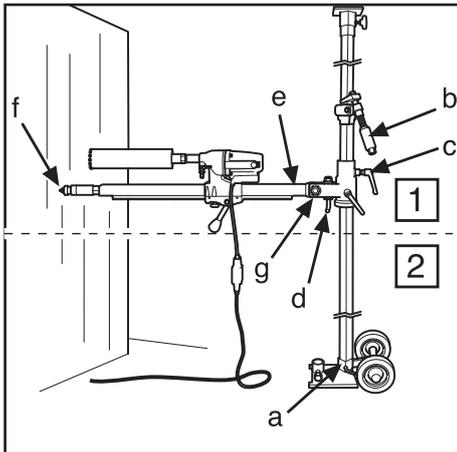
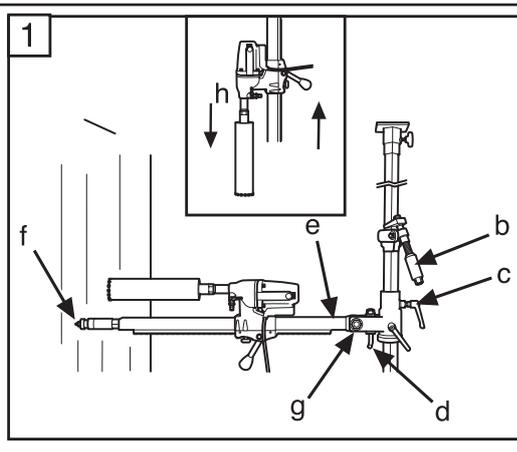

Рис.3
Рис.4
- Разместите опорную плиту у стены на расстоянии длины сверильной колонки, винт штатива должен быть ввинчен. Для бурения на высоте до 1.5 м внешняя труба опорной колонки должна быть снизу, а для бурения выше 1.5 м от пола опорную колонку переверните. Убедитесь, что опорная колонка зажата в опорной плите зажимным болтом (A) (рис. 3, 5).
- Разожмите опорную колонку в потолок, выбрав для зажима ближайшее отверстие во внутренней трубе. Зафиксируйте положение, вращая рукоятку (B) и винт в торце ключом на 24 мм. Не зажимайте слишком сильно.
- Ослабьте зажим (C) и поверните сверильную колонку. Отпустите ручку (D) и наклоните колонку.
- Установите мотор (DMS160) на сверильную колонку (Рис. 4) (H).
- Установите сверильную колонку с мотором в желаемое положение к стене. Зафиксируйте ее рукояткой (C) (Рис. 3,4)
- Поднимите сверильную колонку и закрепите ее ручкой (D) и гайкой (G) (рис. 3, 4). Если угол бурения не кратен 90°, отпустите ручку (D), установите сверильную колонку на заданный угол и затяните гайку (G) ключом на 30 мм (Рис. 3, 4).
- Сверильная колонка может быть повернута на 360° и зафиксирована в любом положении шестигранным ключом на 8 мм (E) (рис. 3, 4).
1. Соберите стенд согласно инструкции. Сложите сверлильную колонку так, чтобы упор колонки (F) (Рис. 10) вошел во втулку (A) (Рис. 11). Затяните контргайку (G) ключом на 30 мм (Рис. 4) и зафиксируйте ручку (C) (Рис. 4).